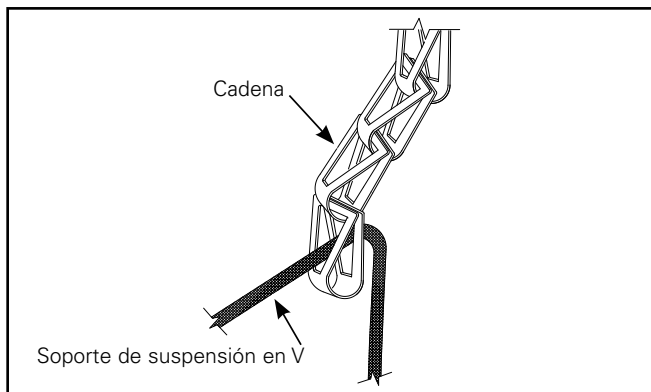

Figura 2.
1. Deslice el Soporte de suspensión en V a través del orificio central del último eslabón de la cadena. (Figura 2.)